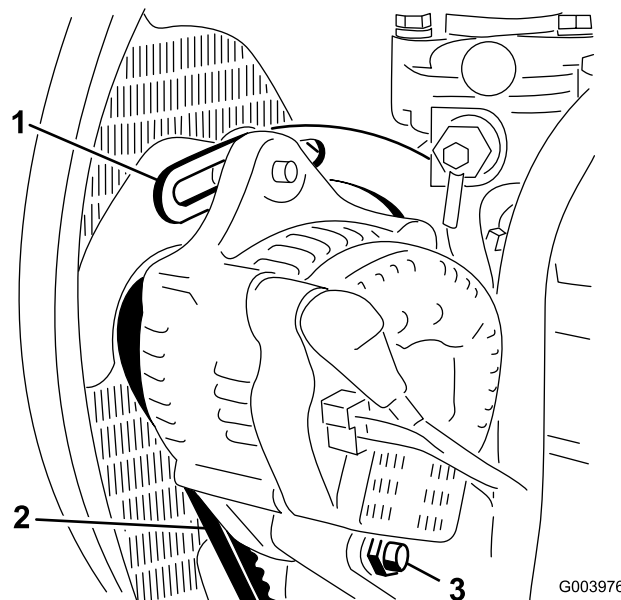

Figure 50
2. Contrôlez la tension de la courroie d'alternateur (Figure 50) en exerçant une force de 10 kg (22 lb) à mi-distance entre les poulies d'alternateur et de vilebrequin.
3. Desserrez le boulon de fixation du renfort au moteur (Figure 50), le boulon de fixation de l'alternateur au renfort et le boulon de pivot.